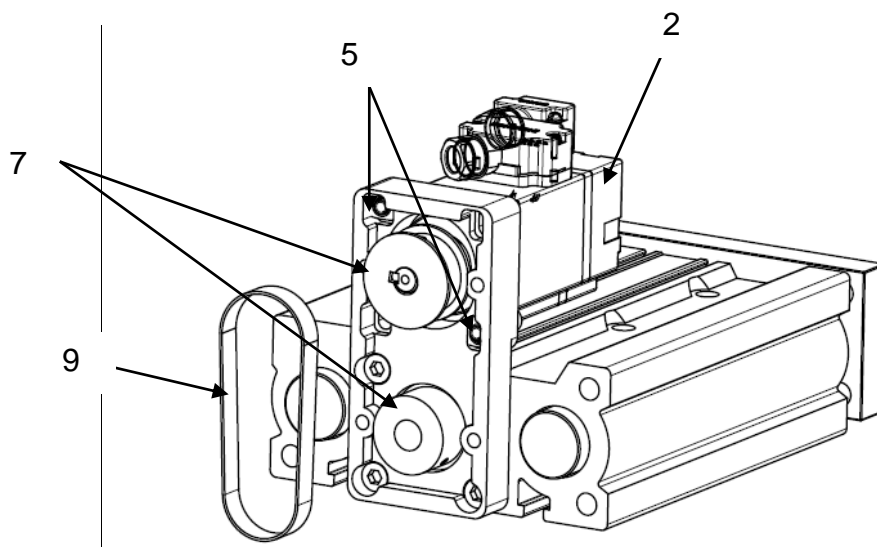

Рисунок 12 – Установка зубчатого ремня.
4) установить зубчатый ремень (поз. 9) на шкивы (поз. 7) (см. рисунок 12). Затянуть гайки (поз. 5) одновременно с регулировкой положения электродвигателя (поз. 2). Натяжение ремня осуществляется согласно приложению Б;